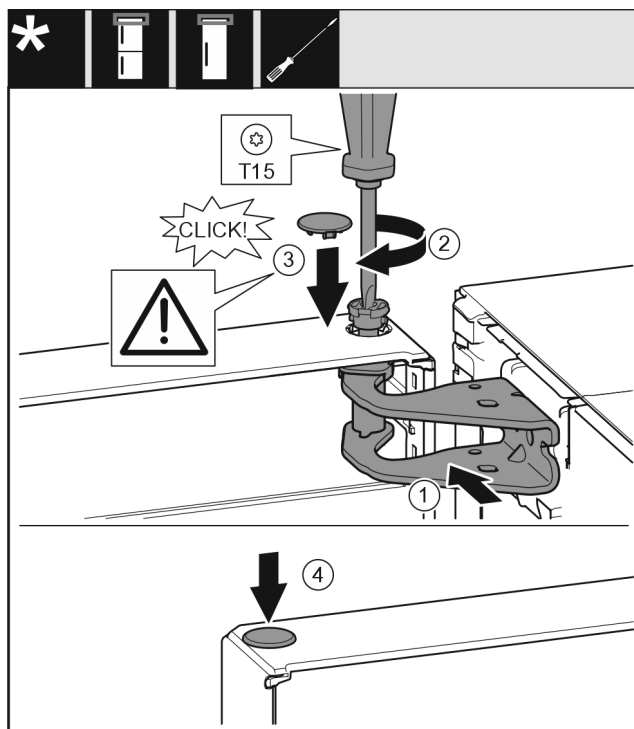

Fig. 20
- Aligner la porte en haut sur l'ouverture du support de palier Fig. 20 (1).
- Insérer l'axe Fig. 20 (2) et le serrer avec un tournevis.
- Installer le couvercle Fig. 20 (3).
- Vérifier que le couvercle Fig. 20 (3) repose bien sur la porte.
- Installer le couvercle Fig. 20 (4).